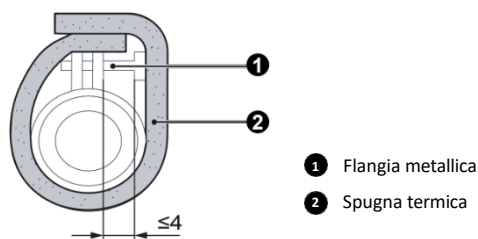

Fig. 4.3.3
- 3 Utilizzare la piastra di tenuta per isolare il collare di serraggio e il tubo, come illustrato in Fig. 4.3.3.